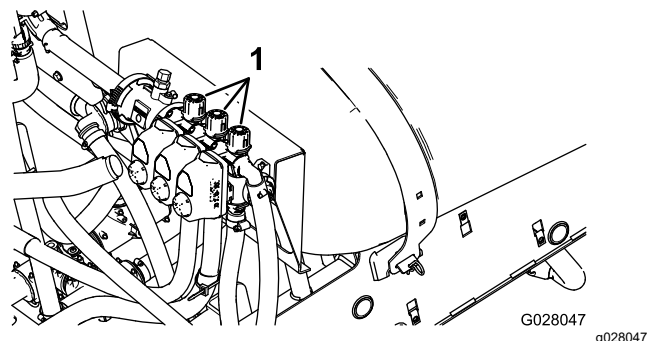

Figura 85
4. Reglați supapa de bypass pentru seciunea din dreapta (**Figura 85**) până când valoarea presiunii ajunge la nivelul reglat anterior (de regulă, 2,75 bar).
6. Reglați supapa de bypass pentru seciunea din centru (**Figura 85**) până când valoarea presiunii ajunge la nivelul reglat anterior (de regulă, 2,75 bar).
2. Treceți comutatorul pentru seciunea din stânga în poziția Oprit și reglați supapa de bypass pentru seciunea din stânga (**Figura 85**) până când valoarea presiunii ajunge la nivelul reglat anterior (de regulă 2,75 bar).